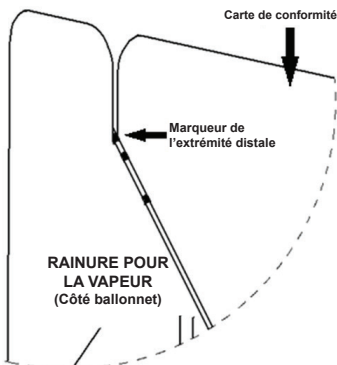

Figure 2 Configuration droite
- Placer la bande de marquage de l'extrémité distale avec la courbure au fond et à l'intérieur de la rainure pour la vapeur. (Voir Figure 2.)
4. Placer la bande de marquage de l'extrémité distale au fond et à l'intérieur de la rainure pour la vapeur. (Voir Figure 2.)